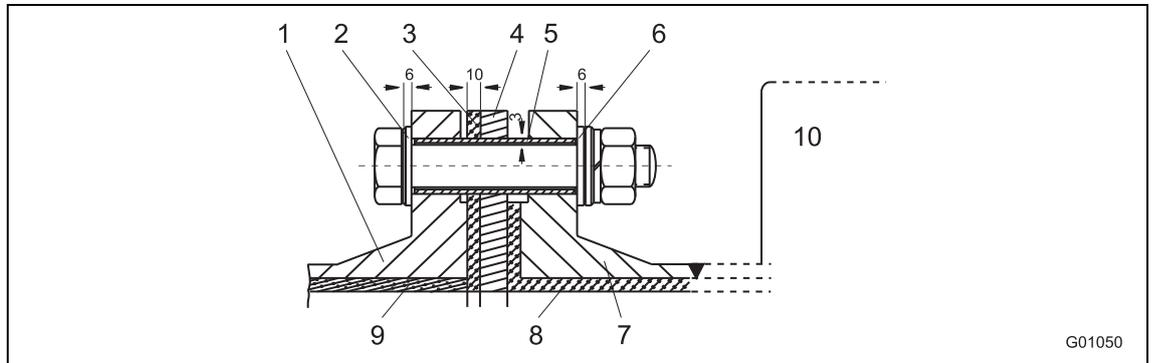
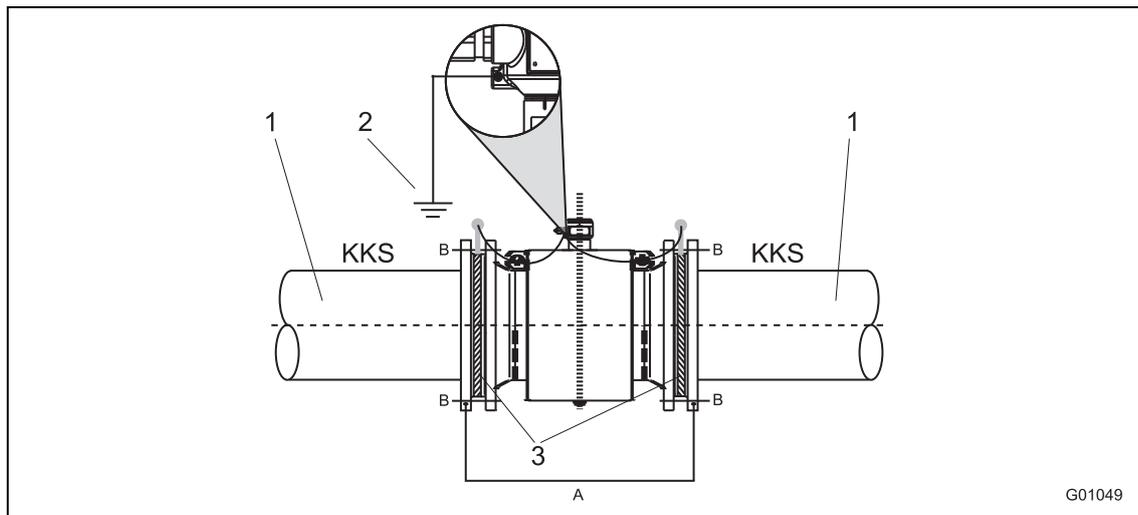

Fig. 30: Vista de los bulones roscados
Fig. 31: Sensor con anillo de puesta a tierra y tierra funcional
- En el caso de las tuberías sin corriente parásita con revestimiento aislante, el IDM tendría que montarse en la tubería colocando los anillos de puesta a tierra por delante y por detrás del IDM. El potencial PCAC se desvía. Los anillos de puesta a tierra colocados por delante y por detrás del IDM se encuentran en potencial de tierra funcional (Fig. 30 / Fig. 31).